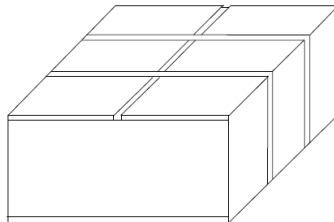

Figura 2-5 Colóquelo en la plataforma suavemente
- 1) La caja de embalaje debe colocarse suavemente sobre la plataforma, como se muestra en la Figura 2-5.\